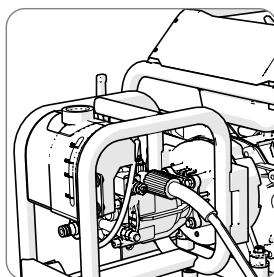

Fig 3
- Inserte la manguera en el puerto correspondiente. (**Fig. 3**)